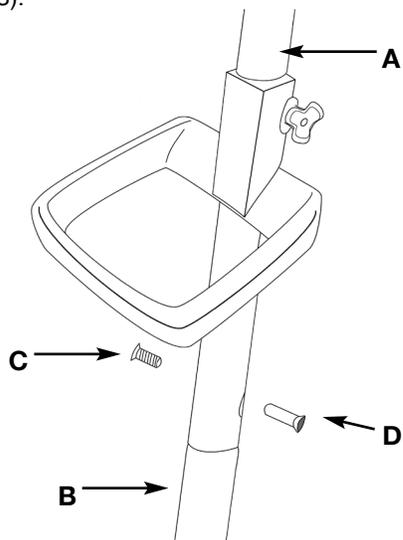

Figure 3
- Après avoir inséré le tube inférieur (B) dans le tube supérieur (A), alignez les orifices filetés de chaque tube (figure 3).